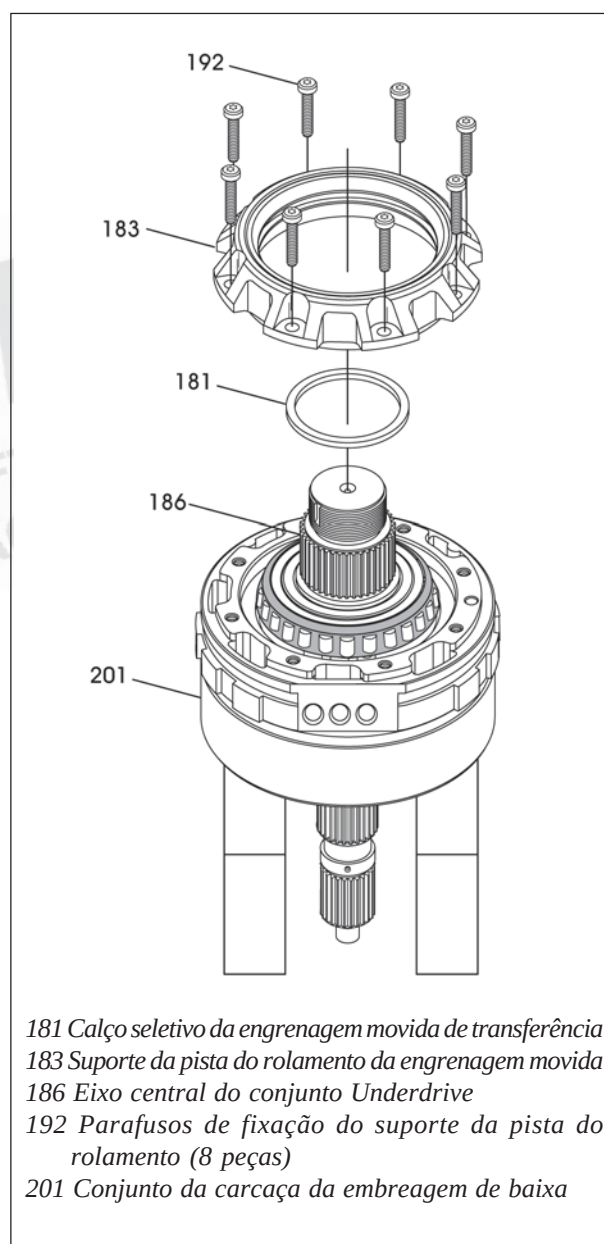

Figura 157
5. Posicione o eixo central do Underdrive na carcaça da embreagem de baixa e posicione o conjunto sobre dois blocos de madeira, conforme mostrado na figura 157.
6. Instale o calço seletivo da engrenagem movida de transferência, conforme indicado pela figura 157.
7. Instale o conjunto finalizado do suporte da pista do rolamento e seus parafusos de fixação, conforme mostra a figura 157.